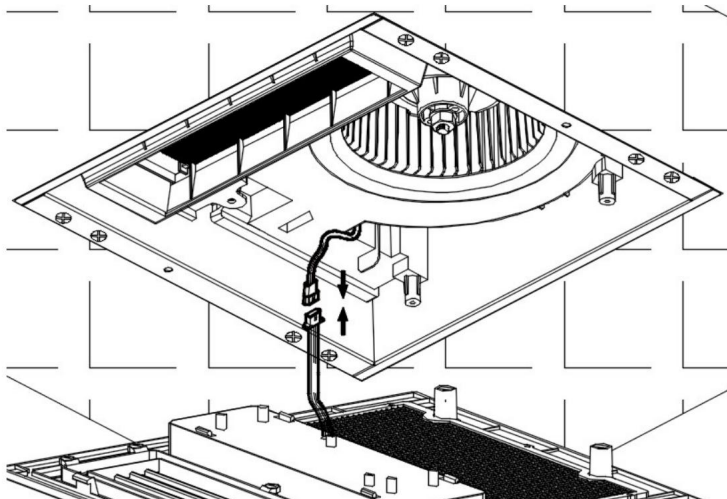

Fig. 7.
8. Anslut ljustrådarna försiktigt. (Se bild 7.)